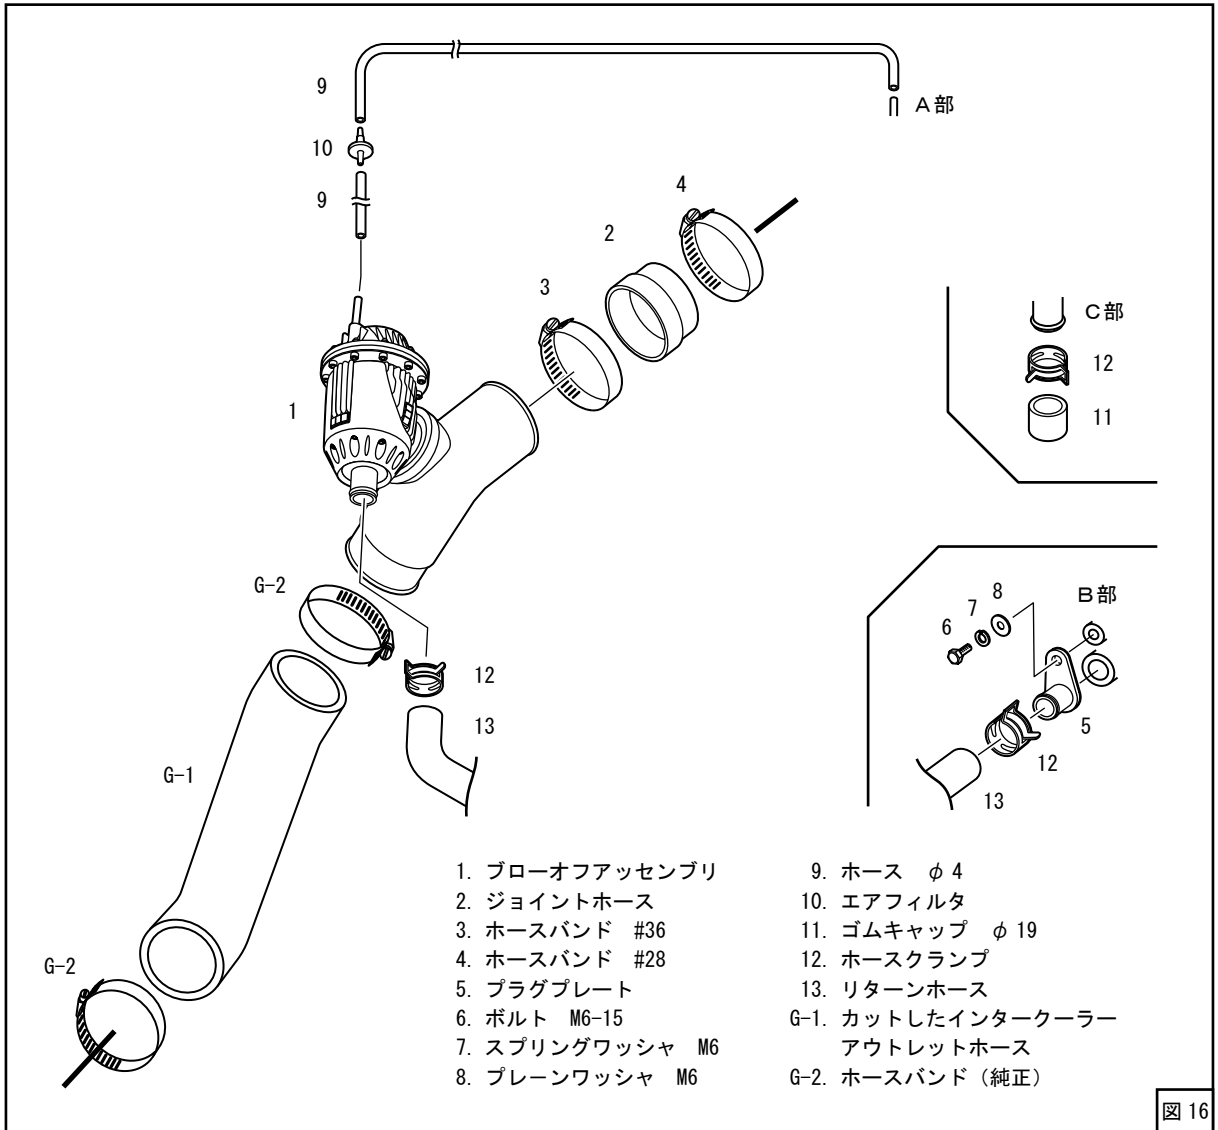
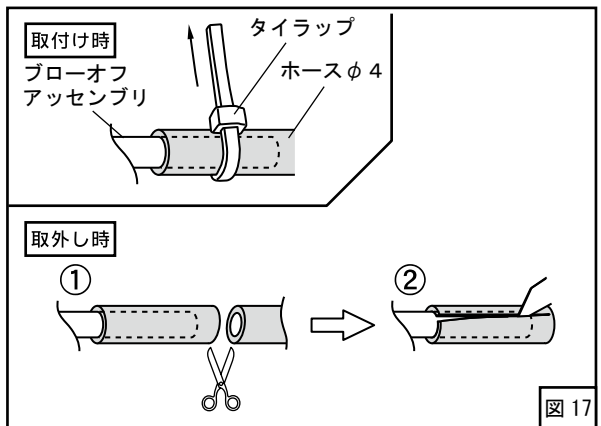

図 16
図 17
- (2) エアバイパスバルブを外したB部にプラグプレートを取付けてください。（図8、図11、図16）
- (3) エアバイパスホースを外したC部にゴムキャップφ19を取付けてください。（図9、図11、図16）
(6) キットパーツを仮付けしてください。(図16)
ホースφ4は適当な長さに(ある程度余裕を持たせて)切って使用してください。(図16)
(8) ブローオフアッセンブリのニップル部に取り付けたホースφ4をタイラップで縛り、固定してください。(図16、図17)
ブローオフアセンブリを取外す時など、ホースφ4をブローオフアセンブリから抜く際は、タイラップを外した後、一度ホースφ4を切断し切り込みを入れてから取外してください。（図17）
（図16、図19）